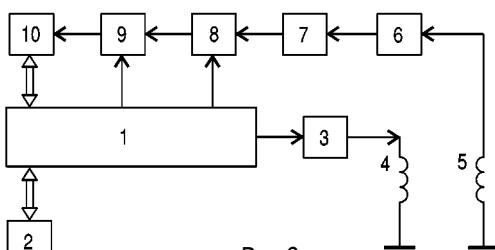

Рис.2
**В устройстве обнаружения металлических предметов по патенту ЕПВ 0274450 (рис.2)** на излучающую обмотку 4 подаются прямоугольные импульсы через усилитель 3 от микропроцессора 1. При отсутствии металлического предмета в приемной катушке 5 форма импульсов такая же, как в излучающей. При появлении металлического предмета форма импульсов искается. Сигнал приемной катушки усиливается усилителем 6, детектиру-